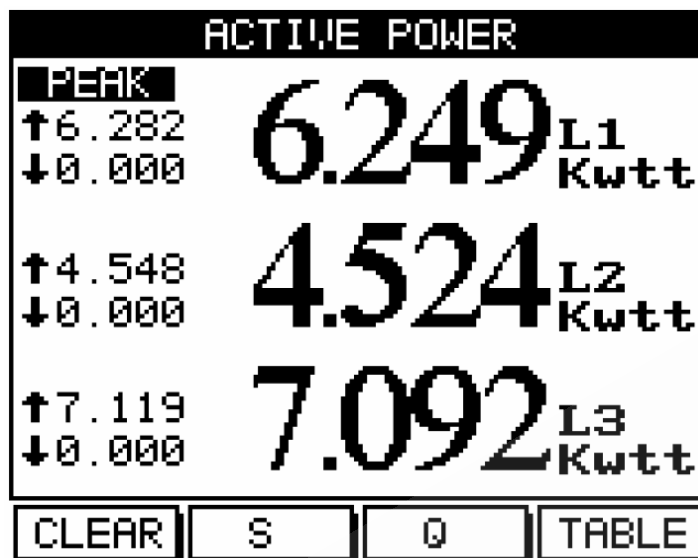

Рис. 25
- Для вывода на экран только значений активной мощности для трех фаз нажмите «P» (F1). На дисплее появится экран значений активной мощности (рис. 25):